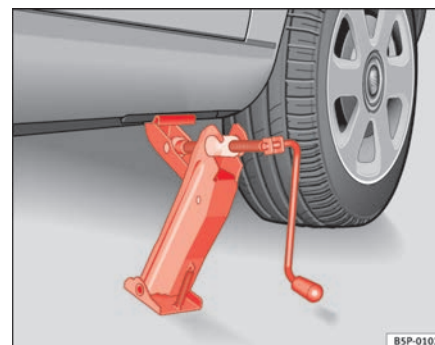

Fig. 174 Colocación del gato
- Posicione el gato de modo que su garra envuelva el nervio del larguero inferior y que la placa base móvil se apoye plana sobre el suelo ⇒ **página 261, fig. 174.**